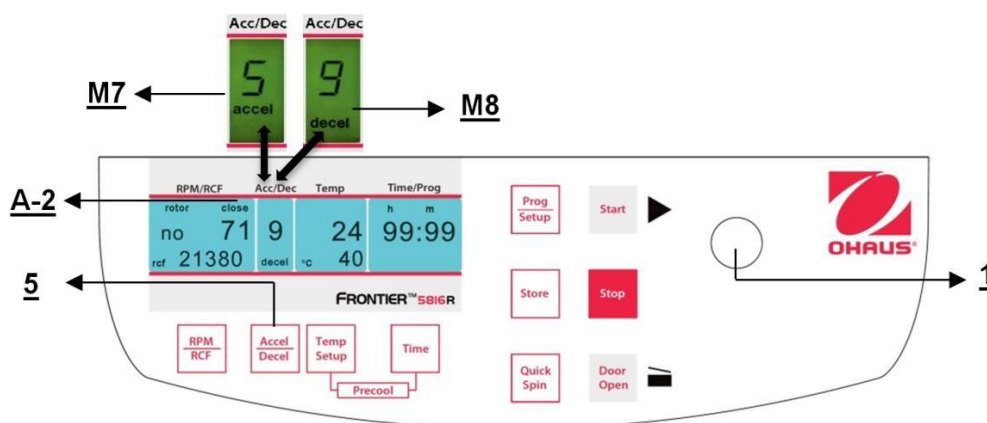

Figure. 21
Cette fonction est activée avec la touche **"Accel/Decel"** (5) (voir la figure 21).